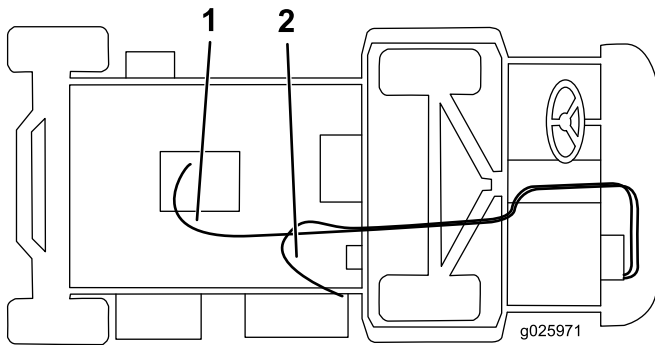

図 11
6. ホースクランプを使ってヒーターバルブに長いホースを接続し、このホースを車体下部からアクスルの上を通し、ストレートフィッティングまで引き込む  図 11。
7. ホースクランプを使って、短いホースを補給口へ接続し、このホースをヒーターブラケットの R クランプに通し、下ラジエターホースの字フィッティングにクランプで固定する  図 11。